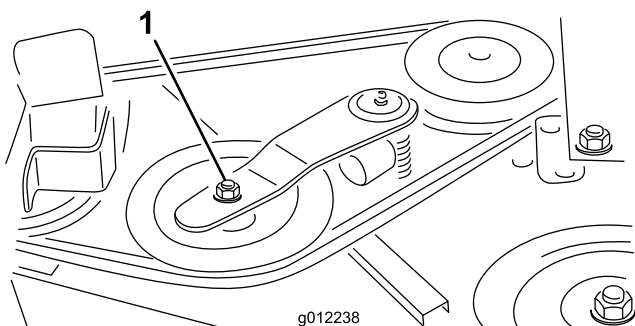
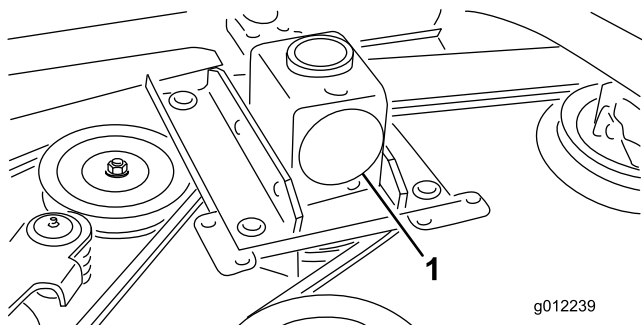

Figura 33
Figura 34
- Utilizando uma chave de aperto ou ferramenta semelhante, afaste a polia intermédia (Figura 33) da correia da transmissão para libertar a tensão da correia e permitir que esta saia das polias da caixa de engrenagens (Figura 34).